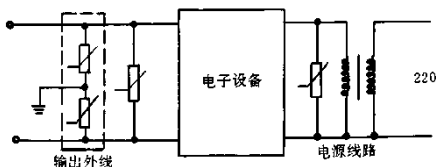

图 2-13 电子设备防雷保护电路
(4)电子设备防雷保护电路:电子设备中,由于有大量晶体管、集成电路等电子元件,它们耐雷击电涌的能力很差。尤其在多雷区,雷电往往从电源线引入(或从输出线引入),使设备遭到损坏或产生误动作。例如,铁道信号自动控制设备、邮电通讯设备等便经常出现雷击事故。若此时采用压敏电阻器进行保护,可取得很好效果。保护线路见图 2-13。